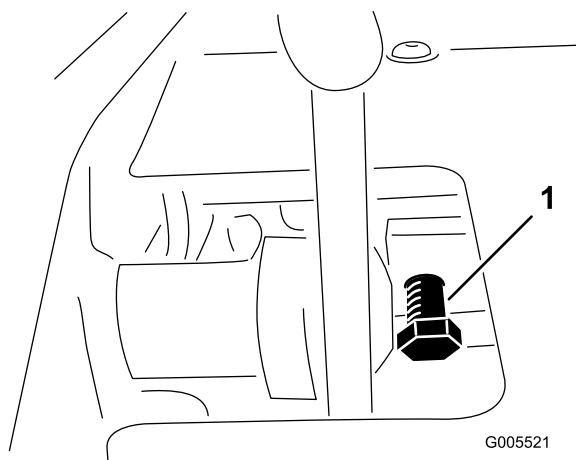

Figure 54
1. Desserrez l'écrou de blocage sur le boulon de verrouillage de la pédale (Figure 54).